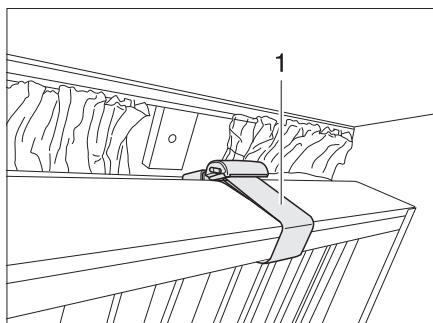

Fig. 65 Letto a castello, ribaltabile
- ▶ Quanto il letto a castello è ribaltato verso l'alto, assicurare il letto a castello mediante la cintura di ritegno (Fig. 65,1). Pericolo di ferirsi!
I letti a castello possono essere ribaltati verso l'alto e bloccati con la cintura di ritegno (Fig. 65,1). La parte sotto al letto è quindi utilizzabile come gavone.